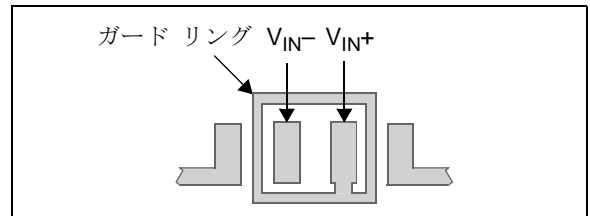

図 4-10: ガードリング配置例
表面リークを減らすもっとも簡単な方法は、敏感なピン (あるいはパターン) の周りにガードリングを使うことです。ガードリングは敏感なピンと同じ電圧にバイアスします。このタイプのレイアウト例を図 4-10 に示します。
- 反転増幅回路 (図 4-10) やインピーダンス変換アンプ (フォト検出器のような場合の電流から電圧への変換) の場合。